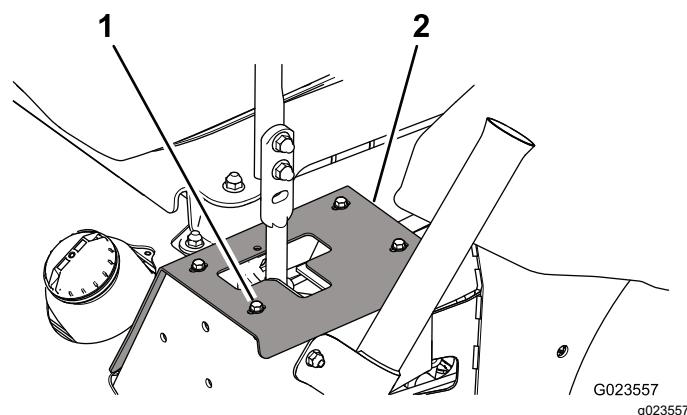

Figura 61
2. Para tener acceso a los pernos de montaje del amortiguador, retire los pernos que sujetan las placas de tope al bastidor (Figura 61).